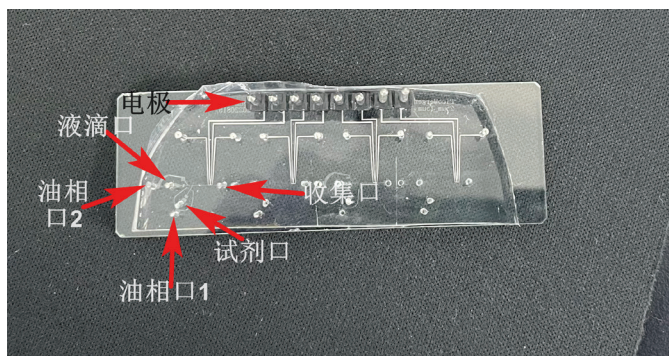

图 14: MDA 芯片各插口位置示意图
- 将 tubing 插入芯片对应位置, 0.75x 生成油插入油相口 1, 100% 试剂插入试剂口, 0.5x 生成油插入油相口 2, 液滴插入液滴口, 收集口插入收集管, 收集管长度约 0.1 m (图 14);